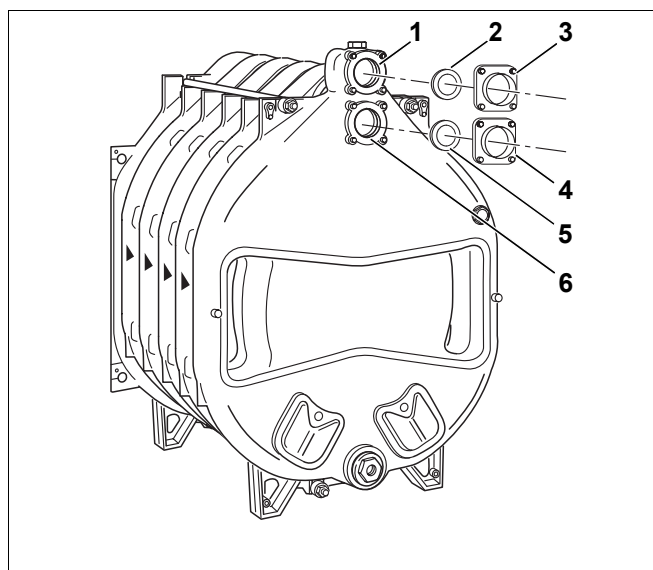

Bild 23 Montage – Anschlussflansche
- Auf die obere Kesselnabe (Bild 23, **Pos. 6** – Rücklaufanschluss) wird bei dem späteren Anschluss des Rücklaufs der Vorschweißflansch (mit angeschweißter Verrohrung) montiert. Dargestellt sind Vorschweißflansch und Flachdichtung (Bild 23, **Pos. 4 u. 5**).
Der Vorlaufanschlussflansch (Bild 23, **Pos. 3**) mit Flachdichtung (Bild 23, **Pos. 2**) wird für den späteren Anschluss des Vorlaufs benötigt (Bild 23, **Pos. 1**).